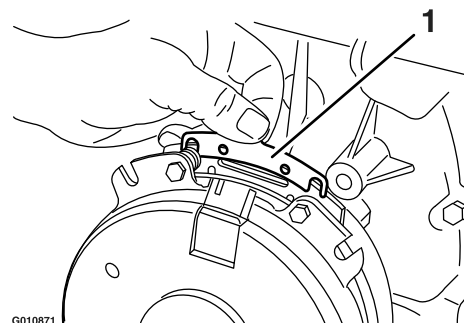

Figura 75
- Utilizando um alicate de pontas finas, ou com a mão, prenda a patilha e retire o calço (Figura 75).